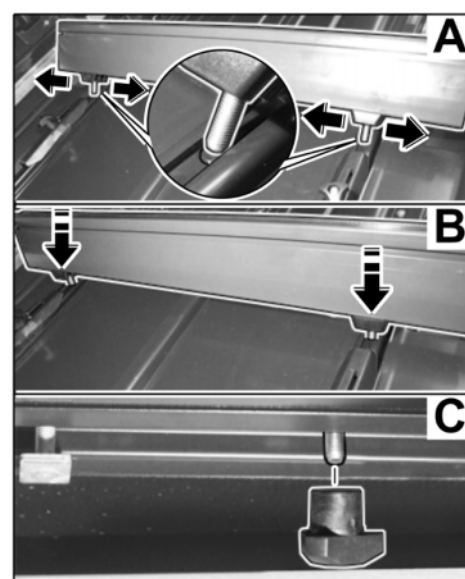

Fig. 5
1.3.3 Positionner les deux coulisseaux (dessous du support de skis) par rapport à la largeur des bandes à trou oblong (glissière de guidage) dans le fond de la malle de toit (⇒ Fig. 5-A, flèches-).
1.3.4 Positionner le filetage de la vis à tête hexagonale M8 x 45 sur le point de rupture forcé dans la bande à trou (⇒ Fig. 5-zoom A-).
1.3.5 Pousser avec précaution le support de skis avec le filetage de la vis à tête hexagonale M8 x 45 dans la bande à trou oblong (⇒ Fig. 5-B-) jusqu'à ce que le support de skis repose sur la glissière de guidage.
1.3.6 Fixer le support de skis sur le dessous de la malle de toit avec l'écrou à oreilles M8 (2 pcs) (⇒ Fig. 5-C-).